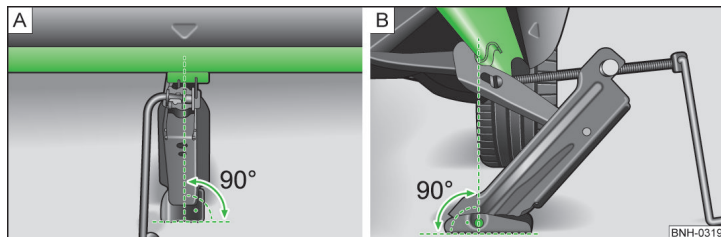

Fig. 131 Colocar el gato
- Apoye la placa de base del gato con toda la superficie en un suelo recto y asegúrese de que el gato se encuentra en posición vertical respecto al punto de apoyo » fig. 131 - [A].
- Gire el gato con la manivela debajo del punto de apoyo hasta que su garra se encuentre en el larguero inferior » fig. 131 - [B].